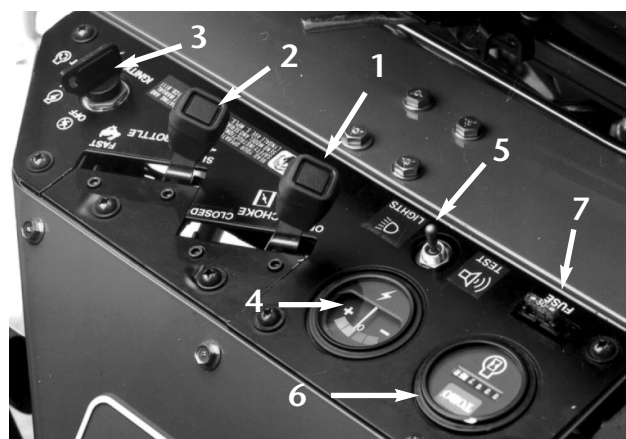

Fig. 13
**VOLTOMETRO** (Fig. 13)—L'amperometro indica la tensione dell'impianto elettrico.
**FUSIBILE** (Fig. 13)—Il fusibile da 10 ampere fa parte del circuito elettrico.
**RIVELATORE DI PERDITE/INTERRUTTORE DEI FARI** (Fig. 13)—Dalla posizione operativa centrale, tirare indietro l'interruttore per verificare il funzionamento dell'allarme di rivelazione fuoriuscite e del ritardo. Spostare in avanti l'interruttore per azionare i fari optional.
**CONTAORE** (Fig. 13)—Indica il totale delle ore di funzionamento della macchina. Il contaore si avvia quando l'interruttore di accensione viene spostato su ON.
**MANIGLIA DI REGOLAZIONE DEL SEDILE** (Fig. 13)—Questa maniglia si trova a sinistra del sedile, e permette di spostare il sedile avanti o indietro di 10 cm.